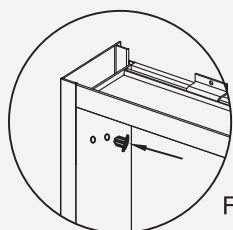
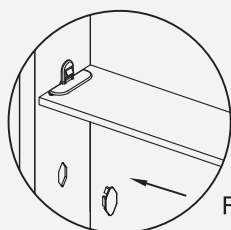

Fig 18
Fig 19
3. Complete los agujeros restantes con tapones de agujeros ③ (Fig 18). Llene los demás agujeros de los clips de estante con tapas decorativas ⑭ (Fig 19).